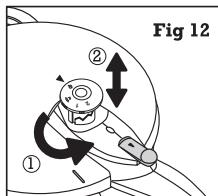

Fig 12
- Déplacer la soupape de fonctionnement jusqu'à la position figure 12.
- Lever la soupape de fonctionnement (Fig. 12).